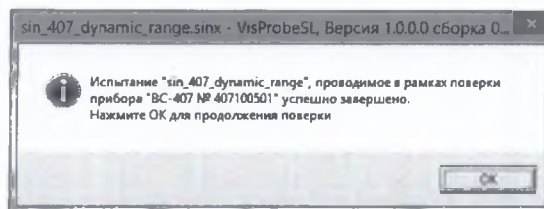

Рисунок 7.2.8
7.2.2.4 Испытание должно завершиться без аварийного останова. После успешного окончания тестового испытания в появившемся диалоговом окне нажать кнопку «ОК» (Рисунок 7.2.8).